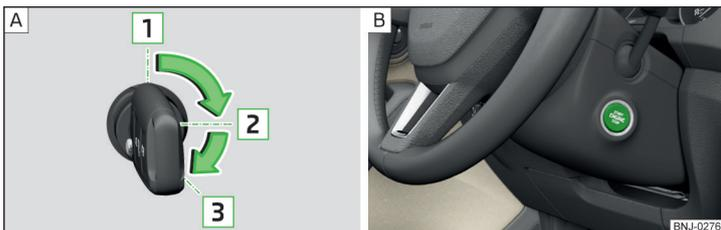

Fig. 114 Posicionamiento de la llave del vehículo en el contacto / Botón de inicio
» fig. 114 - **A**
➤ Presionar el botón » fig. 114 - **B**, el encendido es conectado/desconectado.
- En vehículos con **cerradura de encendido**, girar la llave en la posición **3** » fig. 114 de la pág. 93 - **A**, se realiza el proceso de inicio. Luego suelte la llave, el motor arranca automáticamente.
- En vehículos con **botón de inicio**, presionar brevemente el botón » fig. 114 de la pág. 93 - **B**, el motor arranca automáticamente.
- En vehículos con **cerradura de encendido**, girar la llave en la posición **1** » fig. 114 de la pág. 93 - **A**.
- En vehículos con **botón de inicio**, presionar el botón » fig. 114 de la pág. 93 - **B**, el motor y el encendido son desconectados al mismo tiempo.
► Mantener presionado el botón » fig. 114 de la pág. 93 -  o presionarlo dos veces dentro de 1 segundo.